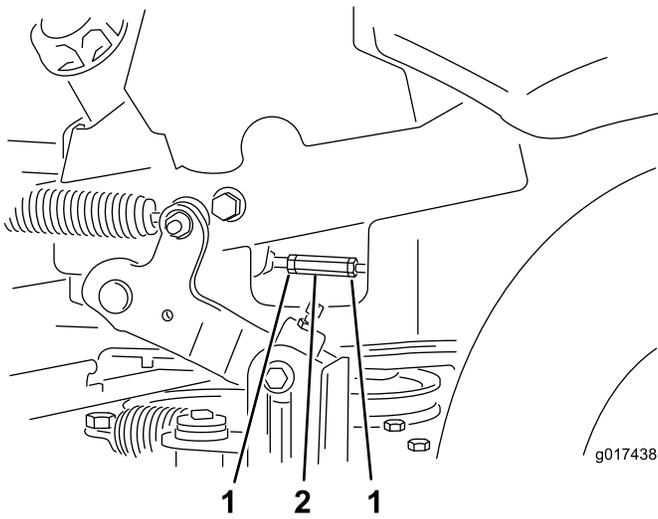

Figure 64
16. Réglez les tiges de commande de pompe en desserrant les 2 écrous de blocage et en tournant l'écrou de réglage dans le sens voulu jusqu'à ce que les roues tournent légèrement en marche arrière (Figure 64).
18. Serrez les 2 écrous de blocage contre l'écrou de réglage (Figure 64).